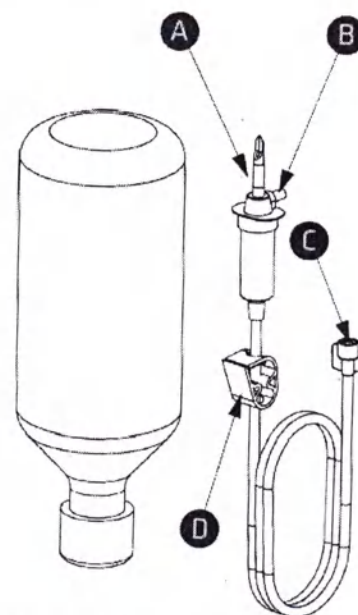
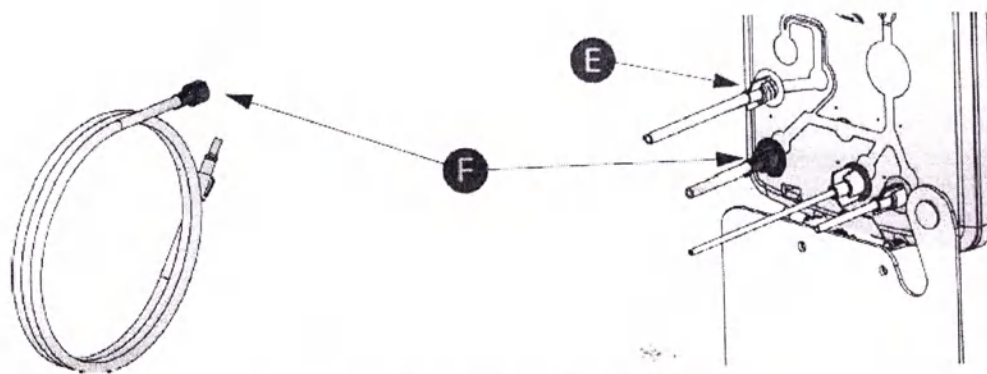

Рисунок 13 – Инфузия самотеком
Рисунок 14 – Стандартная инфузия: Кассета EVA
1. Подсоедините инфузионную трубку к кассете EVA [E] (рис. 14) с помощью белого разъема [C] (рис. 13).
9. Подсоедините шланг EVA для ирригации к кассете EVA с помощью синего разъема [F] (рис. 14).